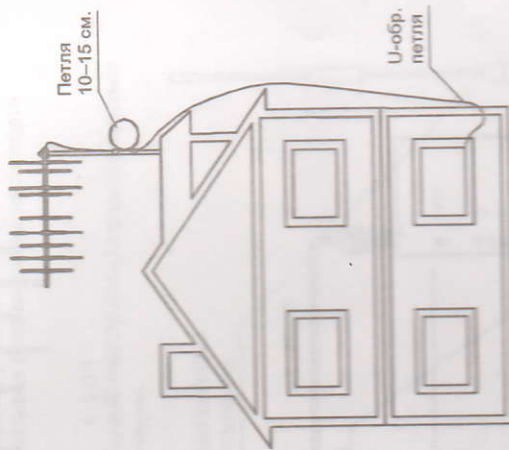

Рис. 5
ВНИМАНИЕ! Все изделия SN-358 Line выпускаются в «незапрограммированном» состоянии, т.е. они не зарегистрированы на какой-либо конкретной базовой станции. Поэтому перед установкой выполните операцию **Регистрация абонентской станции SN-358 Line на базовой станции SENAO SN-358**, а затем приступайте к монтажу станции (см. рис. 5 и 6).
- Установите антенну в соответствии с прилагаемой к ней инструкцией изготовителя, учитывая рекомендации настоящего руководства. На кабеле снижения возле антенны сделайте петлю диаметром 10–15 см и укрепите ее липкой лентой (см. рис. 5). Это предохранит кабель снижения от обрыва у основания разьема под действием собственного веса, а также предотвратит проникновение атмосферной влаги в кабель. Перед вводом в помещение рекомендуем сделать на кабеле U-образную петлю (небольшое провисание), чтобы исключить затекание воды (во время дождя и т.п.) по кабелю снижения в помещение.